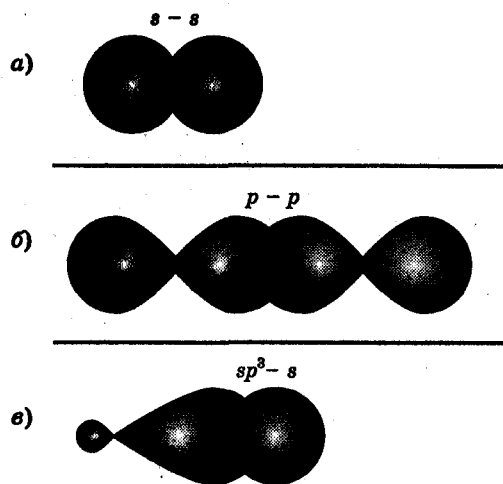

Рис. 3.6.
**$\sigma$ -Связь** — ковалентная связь, образованная при перекрывании атомных орбиталей по линии, соединяющей ядра атомов (рис. 3.6).